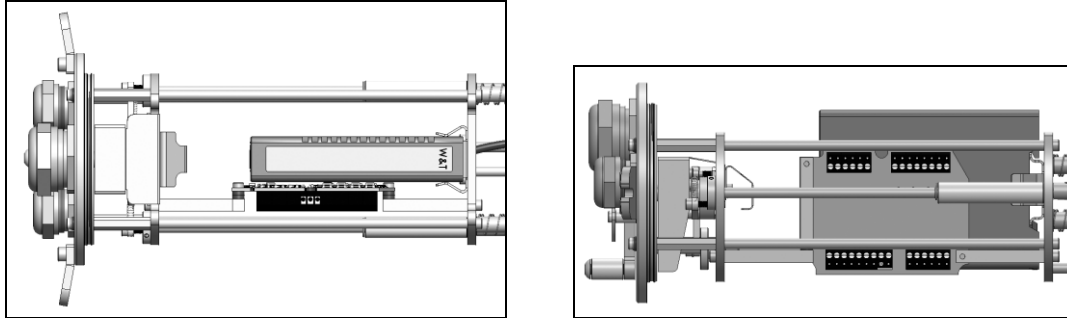

Abbildung 48 (a und b): Einbau des USB-Server Gigabit (Ansicht von oben und Seitenansicht Rechts)
6. Drücken Sie anschließend den USB-Server Gigabit in das Hutschienenblech (**Abbildung 48**) bis er einrastet.